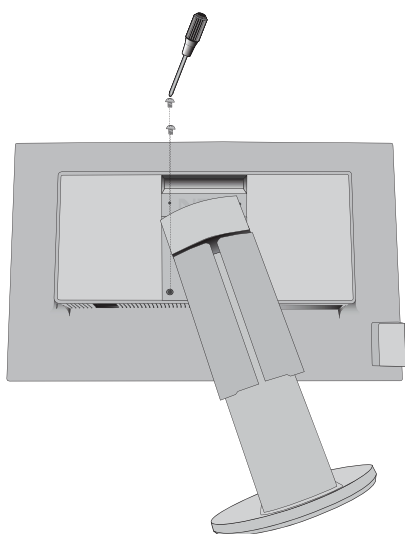

Figura S.2
4. Rimuovere per prime le 2 viti inferiori: spostare il supporto a sinistra e a destra per rimuovere le 2 viti inferiori (**Figura S.2, S.3**).